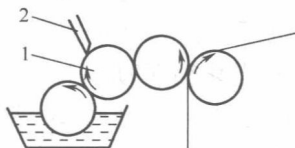

图 0-8 组合型输墨系统
d. 组合型输墨系统。这种方式是前三种的综合型,具有它们各自的特点,如图 0-8 所示。刮刀的安装方向可以是正向,也可以反向。墨斗辊与网纹辊 1 可以同步,也可以不同步,由网纹辊和刮刀来准确地控制供给印版的墨量。